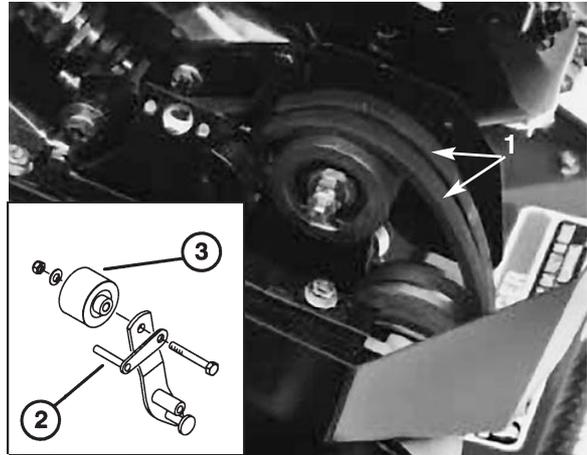

Figure 33
7. Pour pousser ou tirer la machine plus facilement sans mettre le moteur en marche, régler le guide-courroie (Fig. 33, encart) comme suit :